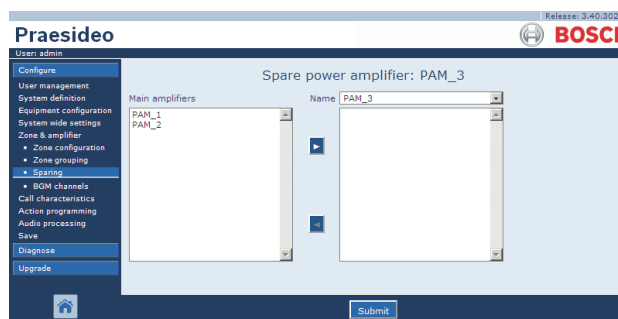

figura 46.12: Amplificadores de reserva, passo 2
- 2 Seccione o amplificador de reserva ao qual terá de ser atribuído o amplificador principal na lista pendente *Power Amplifier*. Por exemplo, *PAM_04* (veja a figura 46.12).